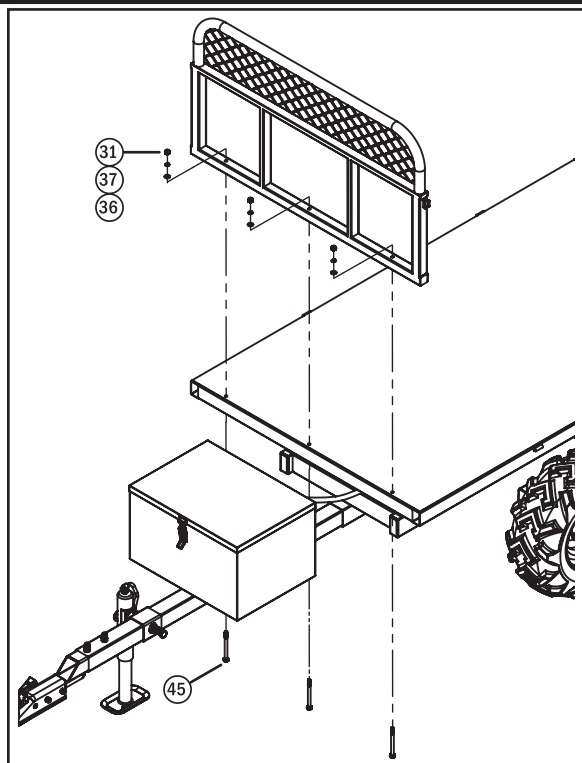

Fig. 14
Étape 17 : Installez la protection de sécurité. Installez la protection de sécurité (14) dans le plateau (11) comme indiqué sur la fig. 14. Alignez les deux trous et installez les boulons M10 x 120 (45), les rondelles frein M10 (36), les rondelles de blocage M10 (37) et les écrous de blocage (31). Utilisez une clé dynamométrique pour serrer à un couple compris entre 40 et 48 Nm (30 et 35 pi-lb).